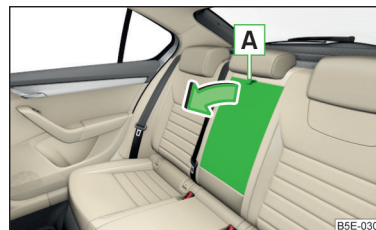

Fig. 77
» Trageți de curelușă **A** » fig. 77 și rabatați în jos cotiera, în sensul săgeții.
- Rabatați în jos cotiera din spate (nu până la limită) » fig. 77 la pagina 87.